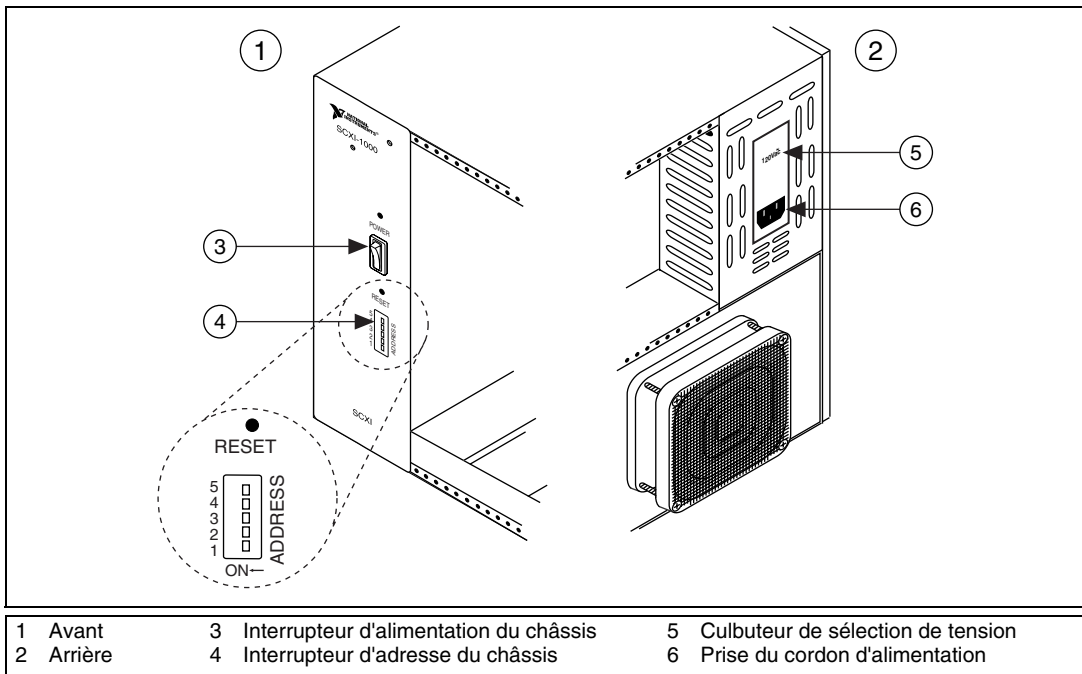

Figure 3. Configuration du châssis SCXI
- Si le châssis comporte des interrupteurs d'adresse, mettez-les en position arrêt (Off). Sur la figure 3, tous les interrupteurs sont sur la position Off.